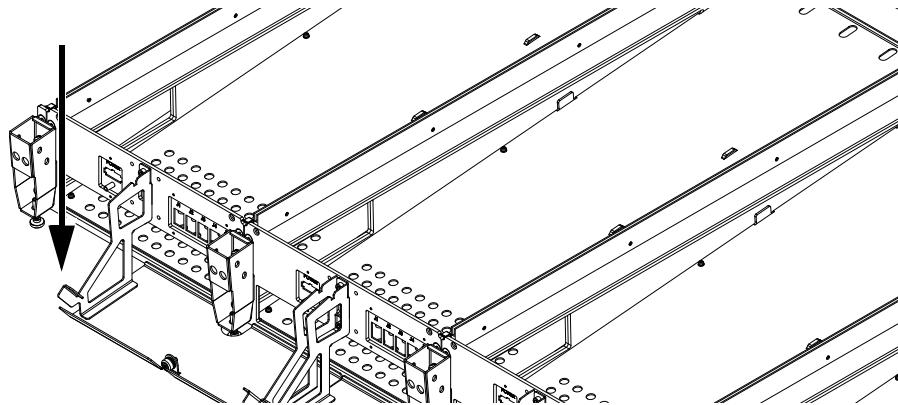

图 27 配电盘交流线缆和工作站以太网线豁口
- 1 在装配外部侧盖前, 确保将单根式以太网 (工作站) 线缆和交流电源线沿后面板穿至配电盘, 然后再向下穿至外部后面板右侧 (或左侧) 的豁口 (见图 27)。